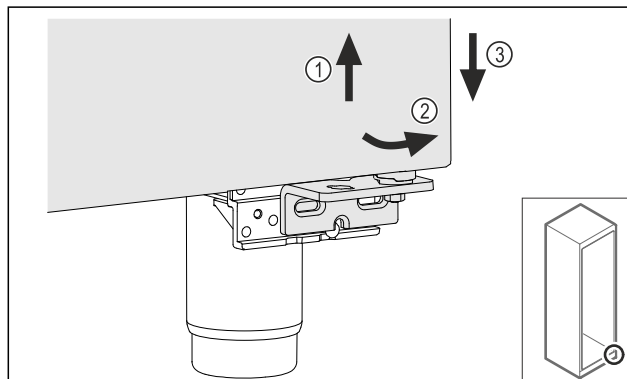

Fig. 27
- ▶ Повдигнете леко вратата Fig. 27 (1), наведете я отдолу напред Fig. 27 (2) и я спуснете Fig. 27 (3).